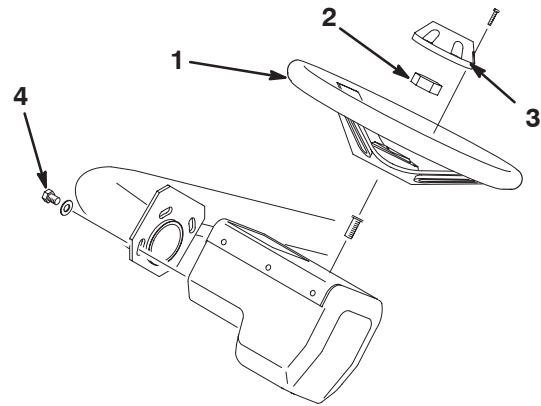

Figure 8
1. Glissez le volant sur l'arbre de direction et fixez-le avec l'écrou de blocage (Fig. 8). Serrez-le à 43 Nm.
2. Fixez le couvre-moyeu au volant avec la vis (Fig. 8).
**Remarque :** Le volant peut être réglé en avant et en arrière pour plus de confort. Pour ce faire, desserrez les trois vis de fixation, pivotez le volant à la position voulue et resserrez les vis (Fig. 8).